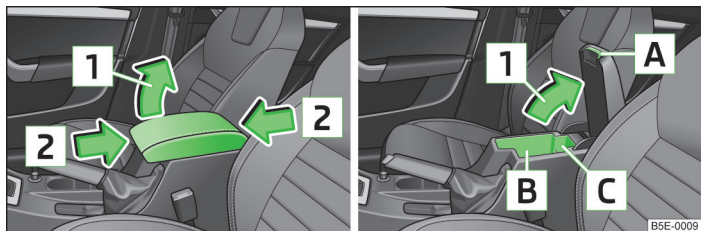

Fig. 74 Apoyabrazos: Portaobjetos
- Tirar y abrir la tapa del apoyabrazos del asidero **A** en el sentido de la flecha **1** » fig. 74.
- Abatir primero la tapa hacia abajo y, a continuación, levantarla en el sentido de la flecha **1** » fig. 74 a una de las 4 posiciones de encastre.
- Mover la tapa en el sentido de la flecha **2** » fig. 74 a la posición deseada.
La zona **B** » fig. 74 del compartimento guarda objetos está destinado al almacenamiento de objetos con un tamaño máx. de 98 mm x 104 mm x 142 mm.